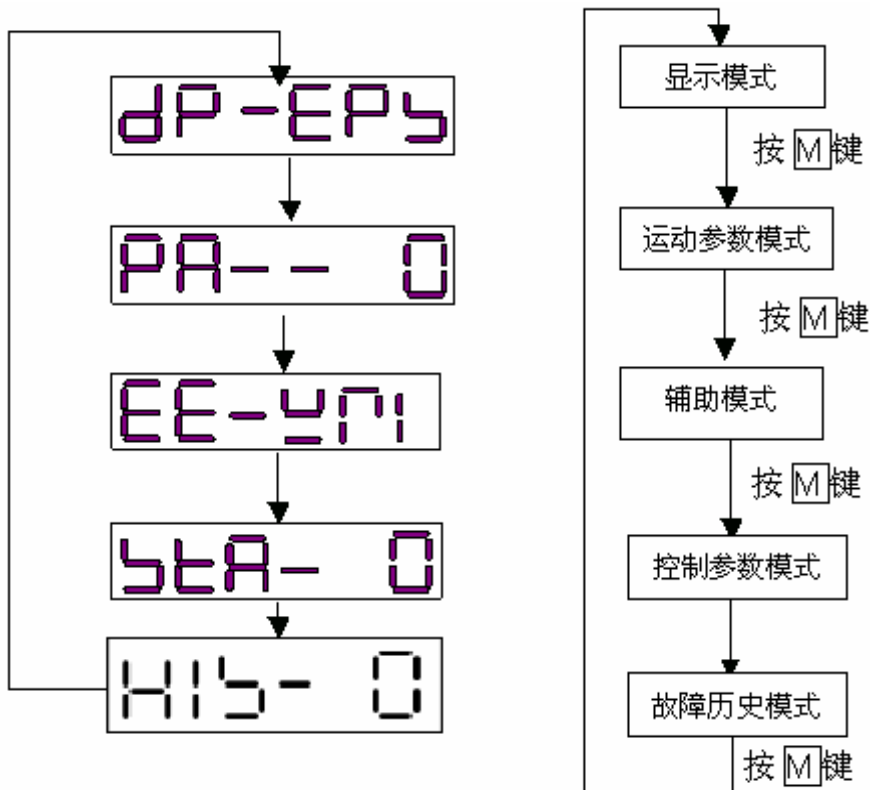

图 6.1 HSV-180D 系列伺服驱动单元第一级主菜单
- 3、操作按多层操作菜单执行，第一级为主菜单，包含五种操作模式：显示模式、运动参数模式、辅助模式、控制参数模式、故障历史模式。如图 6.1 所示第一级主菜单操作框图，及其五种操作模式。